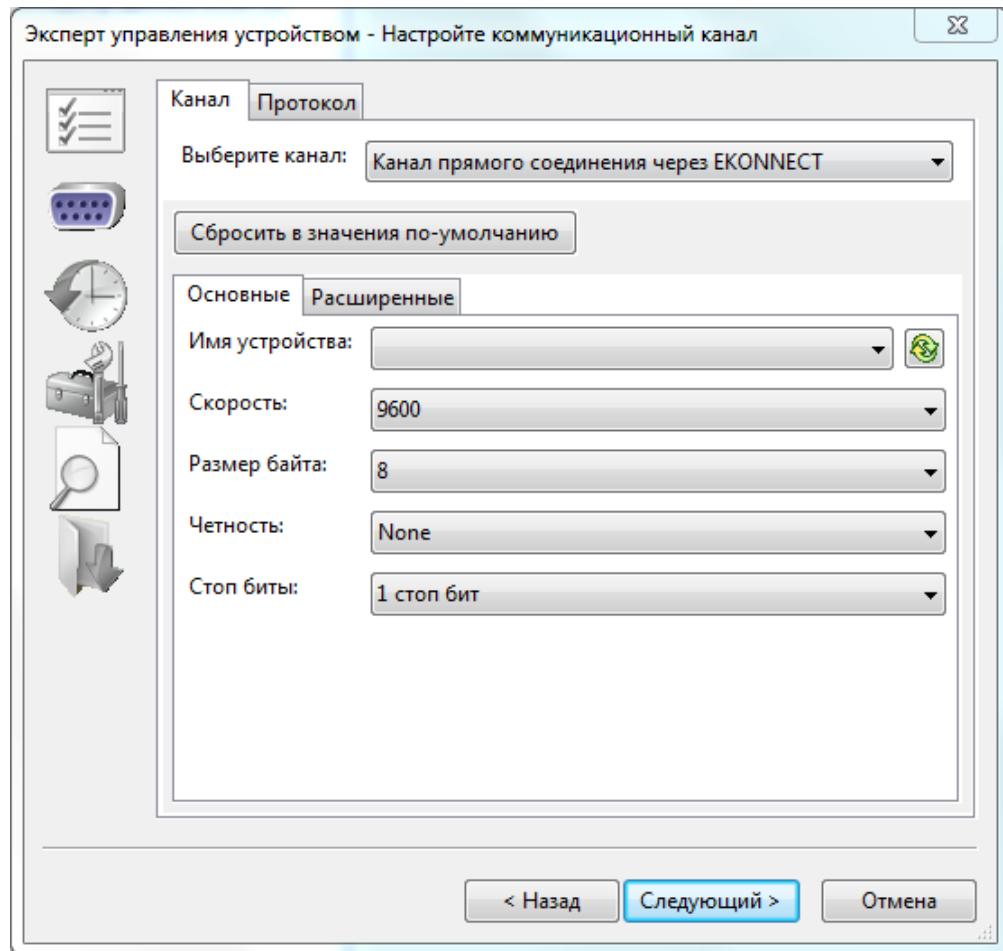

Рис.43. Настройка коммуникационного канала с БОИ-01.
2.3.10.4.2. Настройка коммуникационного канала производится через следующее окно (Рис.43):